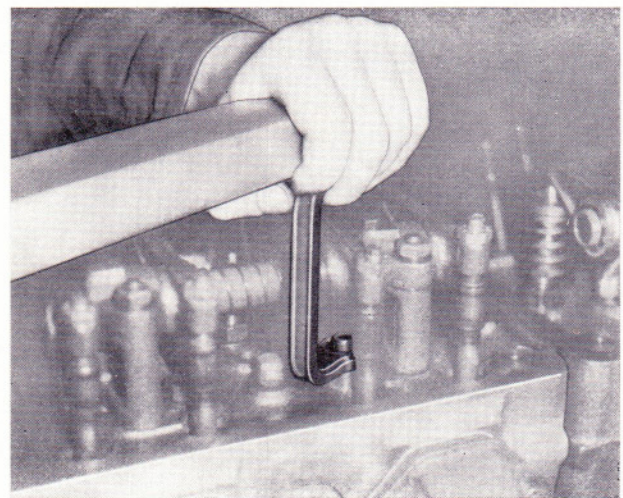

Bild 187
- Zylinderkopfmuttern mit Spezialschlüssel 27 02244 005 auf das erforderliche Anziehdrehmoment (von innen nach außen) anziehen — Anzugsschema einhalten (Bild 187).